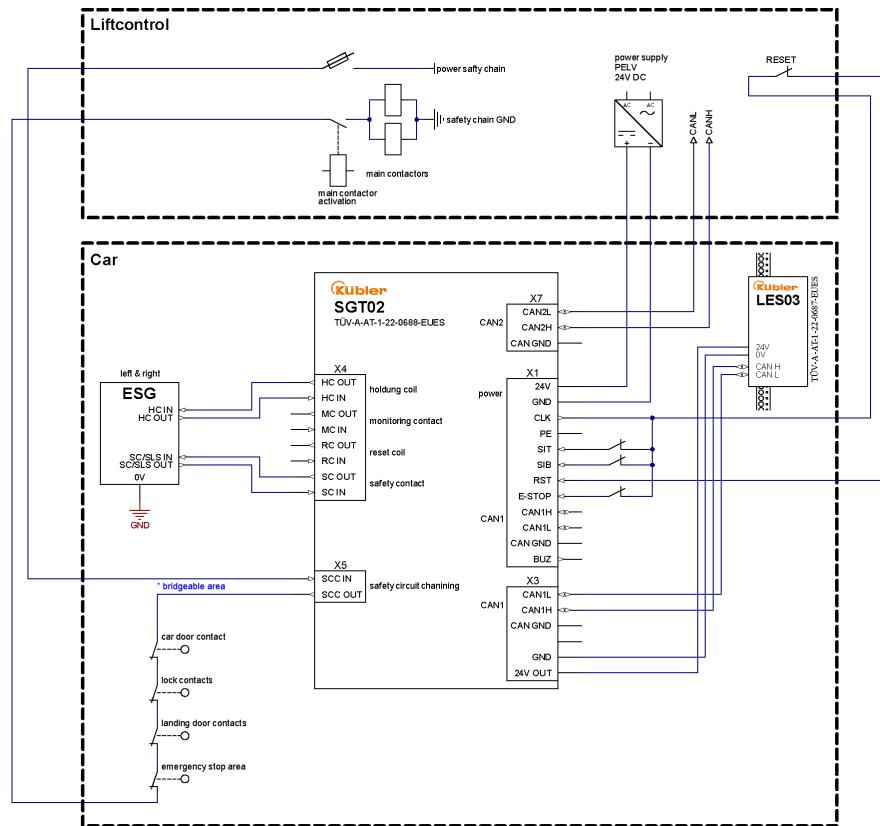

Fig. 1: Ejemplo sin rearne (reset) del paracaídas electromecánico (ESG).
- Las variantes sin dispositivo de rearme (8.SGT02.x2xx.xxxx) deben conectarse de acuerdo con la Ilustración 1 [▶ 199].